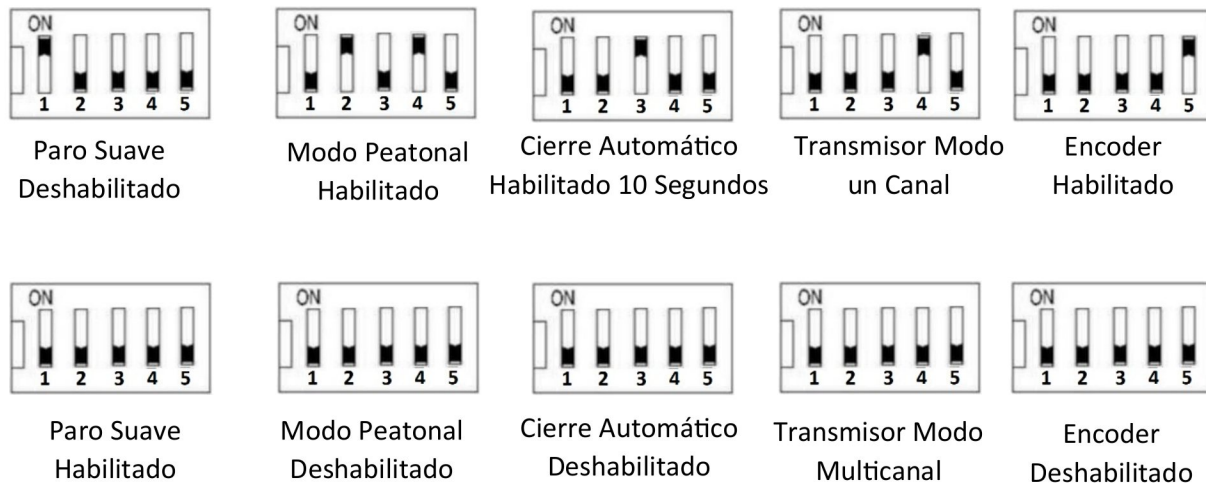

Fig.18 Configuración de Dip-Switch.
13. Configuración de Dip-Switch de 5 Pines. Ver (Fig.18).